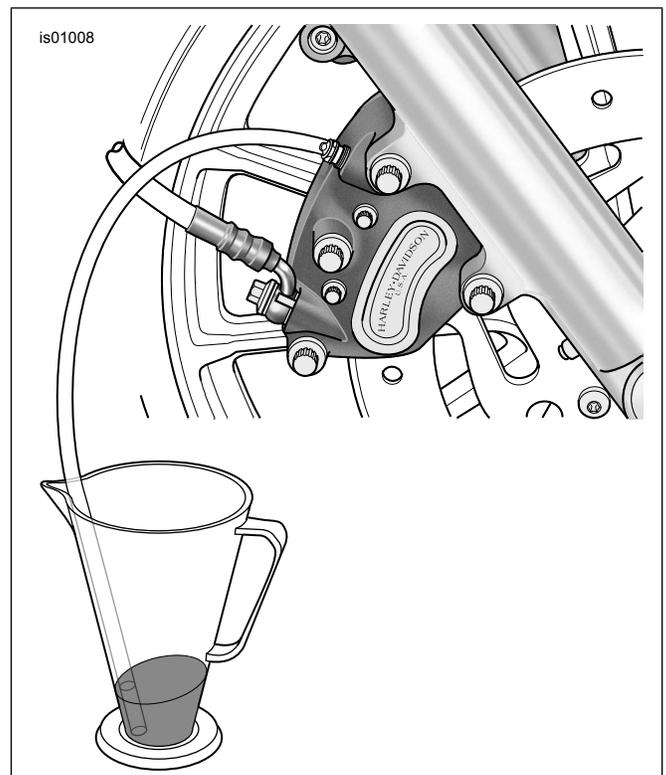

Figure 10. Vidange du liquide de frein
1. Voir Figure 10. Déposer le capuchon du purgeur de l'étrier de frein avant. Placer l'extrémité d'un morceau de tuyau en plastique transparent sur la vis de purgeur. Placer l'autre extrémité dans un récipient propre.